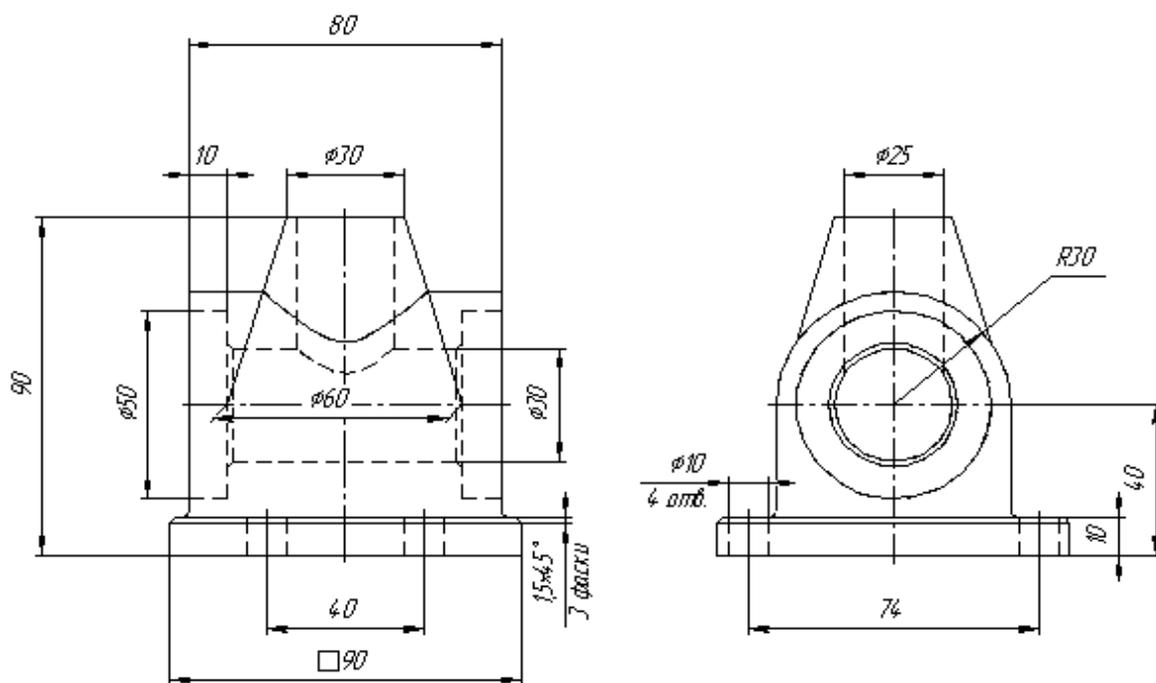

Рис. 7.25
Исходными данными для работы является чертеж корпусной детали (рис. 7.25). Как и в предыдущих лабораторных работах, трехмерная модель может быть создана несколькими вариантами. Ниже приводится один из них.
- Используя команды трехмерного моделирования, в соответствии с исходными данными (рис. 7.25) создать модель основания, а затем выполнить в нем одно отверстие.